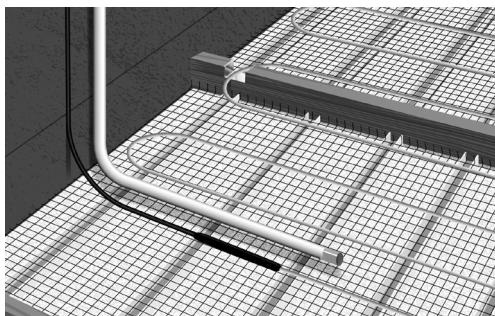

Fig. 17. Plasser og fest det tomme røret mellom 2 kabler
8. Installer et tomt rør til gulvsensoren. Sørg for å plassere enden av det tomme røret på samme nivå som varmekabelen og mellom to sløyfer, ca. 50 cm fra vegg. Så forsegler du enden på det tomme røret. (Fig. 17).